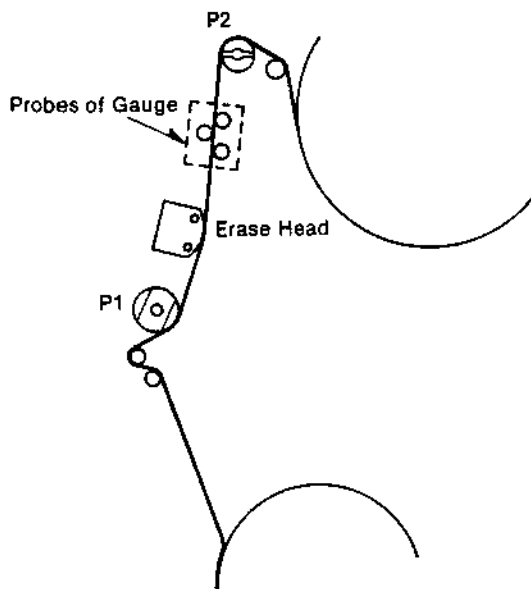

Fig. 2-4
- Den Bandspannungsmesser in den Weg des Bandes stecken, siehe Fig. 2-4 und die Bandspannung messen.